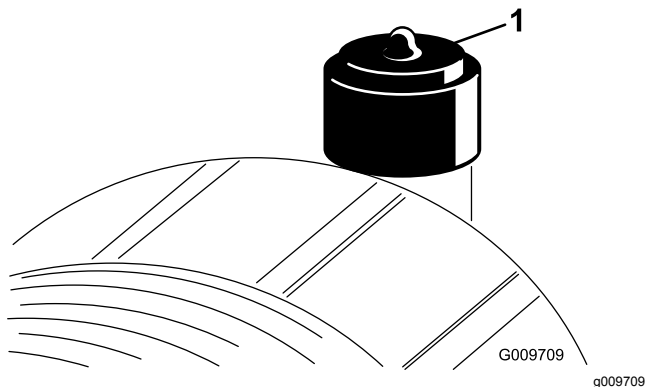

図 29
エアクリーナの整備はインジケータ図 29が赤色になってから行ってください。早めに整備を行っても意味がありません。むしろフィルタを外したときにエンジン内部に異物を入れてしまう危険が大きくなります。
6. インジケータ図 29が赤になっている場合はリセットする。